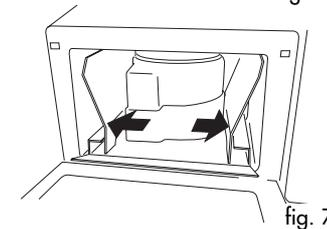

fig. 7
- Ejercer presiones sobre las paredes verticales hacia el exterior en los puntos indicados por las flechas (fig. 7).